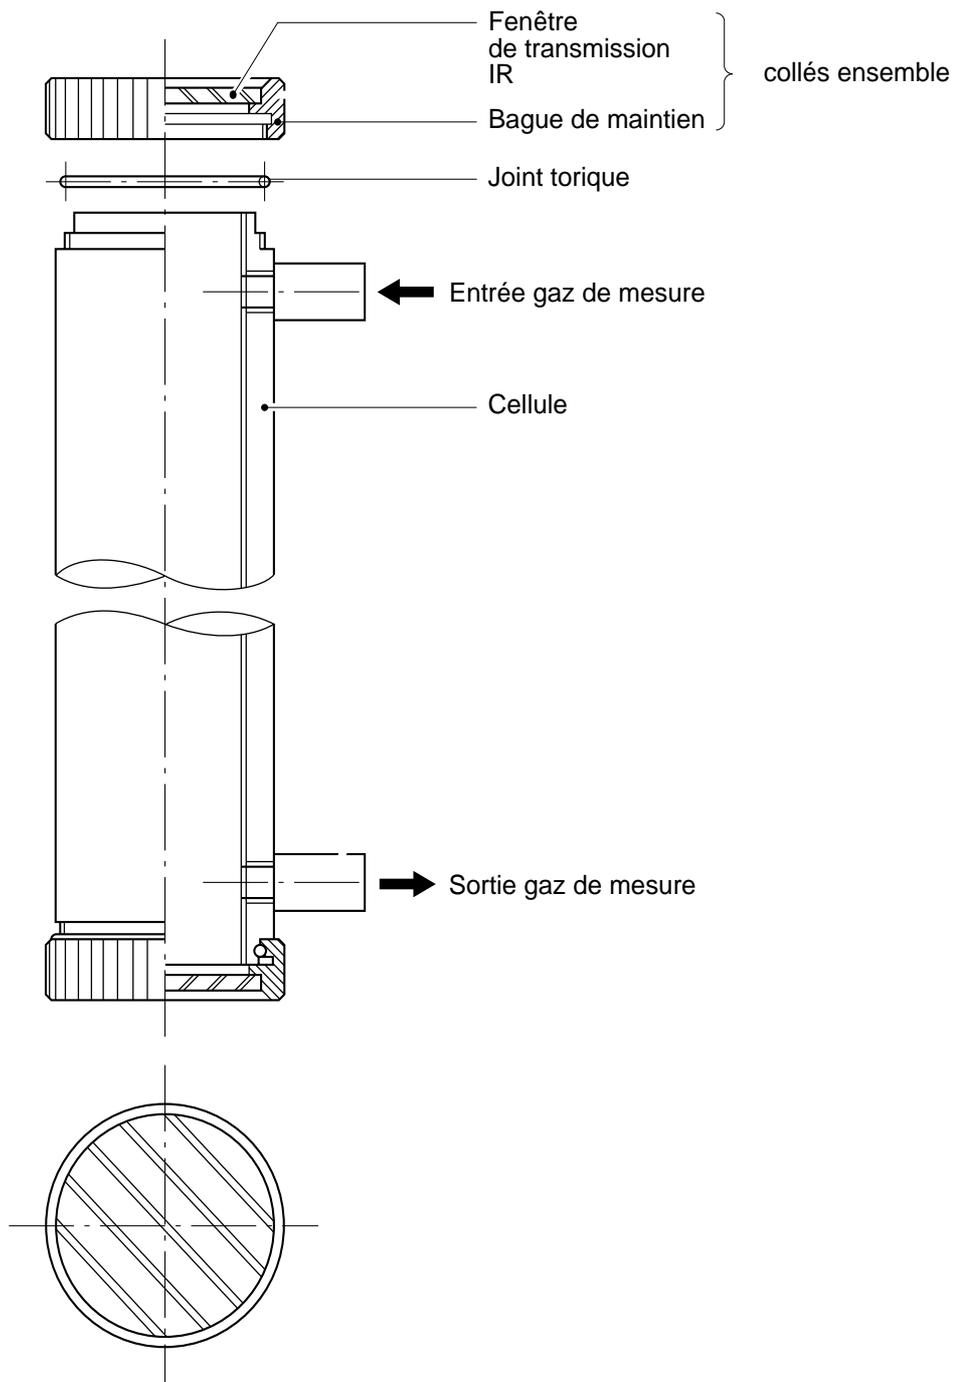

Fig. 7-1 Structure de la cellule de mesure (cellule longue)
- ② Débrancher les tubes internes reliés à la cellule
- ③ Dévisser les vis de fixation des plaques de maintien de la cellule de mesure
- ④ Dévisser et retirer les fenêtres en veillant à bien préparer leur position par rapport à la source IR (Fig. 7-1).
- ⑤ Pour nettoyer l'intérieur des fenêtres et de la cellule, commencer par éliminer les grosses poussières à l'aide d'une brosse douce ou d'une soufflette, puis utiliser un chiffon doux.